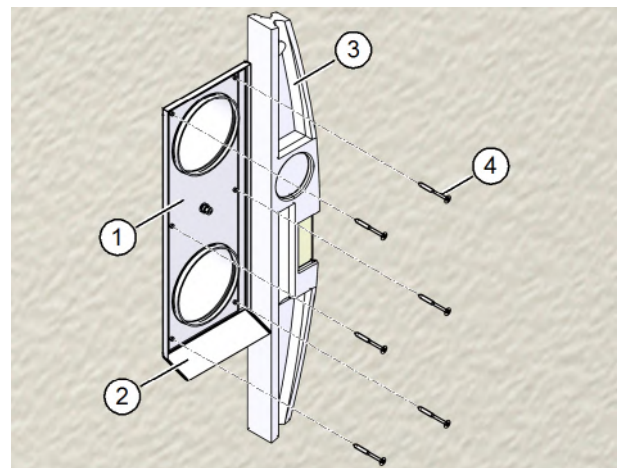

Abb. 19: Grundplatte befestigen
- ▶ Setzen Sie die Grundplatte (Pos. 1 in Abb. 19) vorsichtig und lagerichtig auf die Lüftungsrohre auf. Achten Sie darauf, dass die Dichtungen nicht beschädigt werden.
Beachten Sie, dass die Tropfnase (Pos. 2 in Abb. 19) nach unten zeigt.
- ▶ Richten Sie die Grundplatte mit einer Wasserwaage (Pos. 3 in Abb. 19) lotrecht aus.
- ▶ Befestigen Sie die Grundplatte mit den sechs mitgelieferten Schrauben (Pos. 4 in Abb. 19).